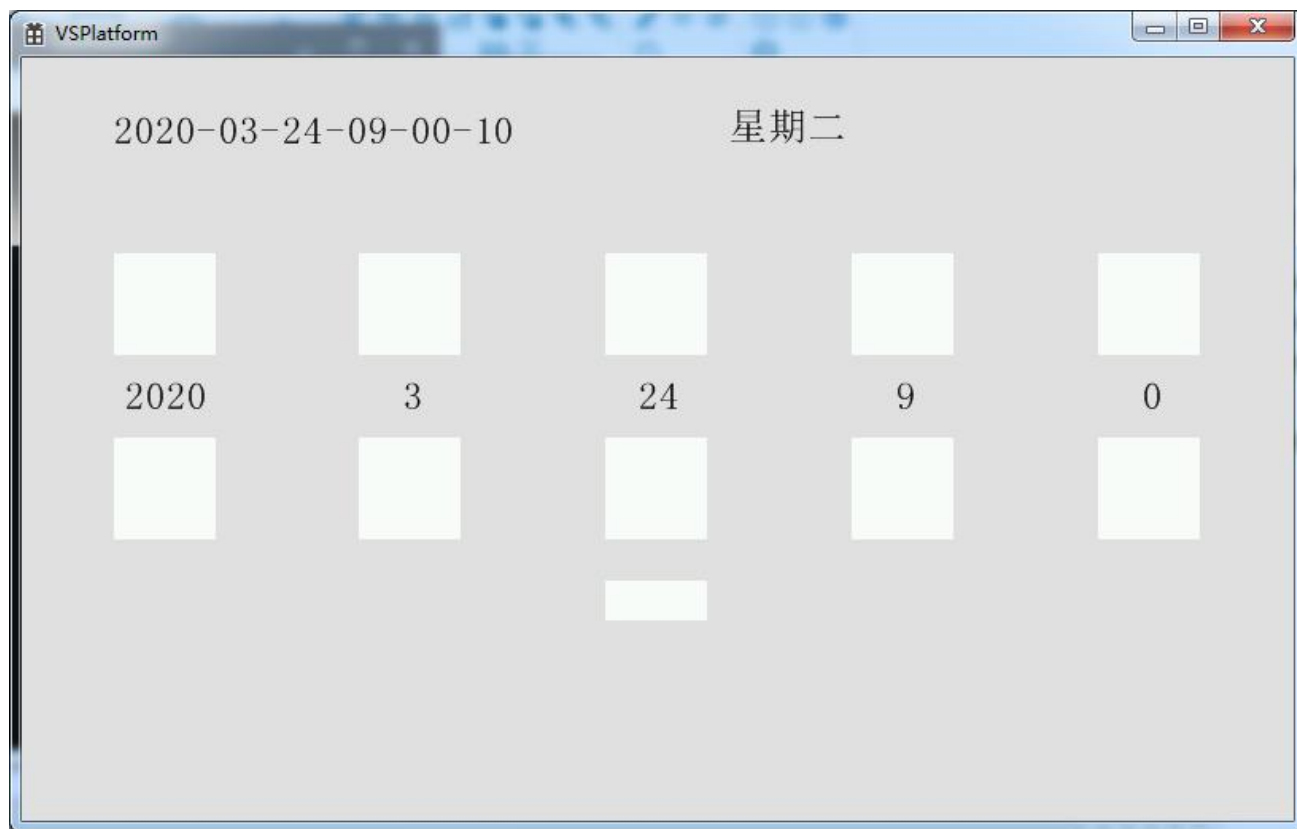

图6.7 仿真演示
7、点击仿真运行按钮 ，弹出仿真运行窗口，设置时间日期，对应的星期显示发生变化，如图 6.7 所示。